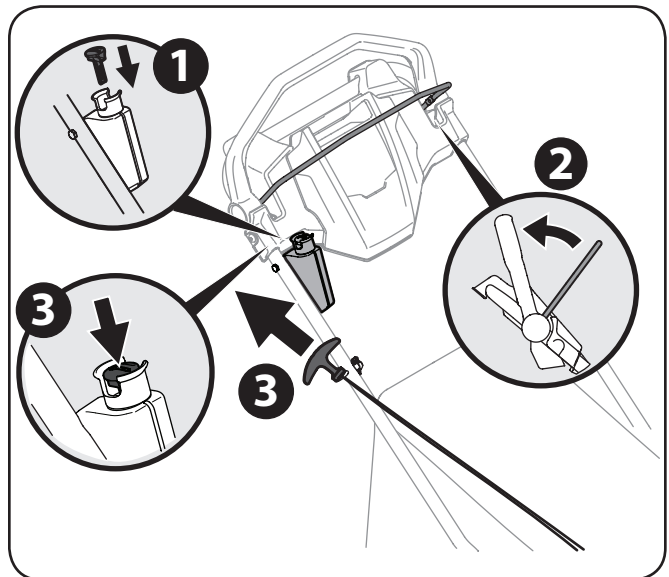

Figura 5-4
2. De pie detrás de la podadora, tire del control de la cuchilla contra el control de transmisión. Vea la Figura 5-4.
**Arranque eléctrico (si está equipado):** Empuje la llave eléctrica empujón de arranque para arrancar el motor. Vea la Figura 5-4.